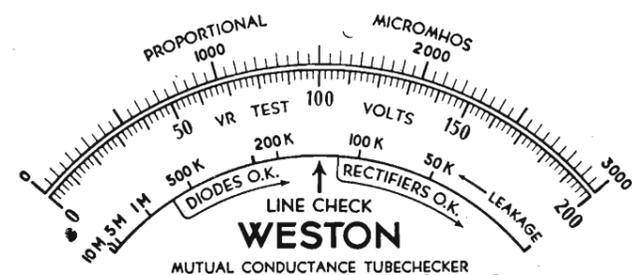

Fig. 3 - Scala dello strumento indicatore del provavalvole Weston 981/3
contrassegnano i passi di questo commutatore vanno intesi naturalmente come semplici numeri d'ordine e non come fattori di moltiplicazione per la lettura della scala dello strumento (vedi fig. 3). Con le semplici indicazioni che qui di seguito riportiamo, sarà d'altra parte abbastanza semplice seguire lo schema.
5.0.5. - Si spinge verso il basso la levetta del commutatore LINE CHECK e si regola la posizione dell'indice dello strumento agendo tramite il potenziometro LINE CONTROL in modo che esso coincida con la linea rossa di controllo disposta al centro della scala (Vedi fig. 3).
6.0.3. - Se nella colonna MULT della leggenda compare un D lo strumento per l'efficienza del tubo deve consentire la letteratura nel campo contrassegnato dalla dicitura DIODES OK. (vedi fig. 3). Se compare invece una R la lettura dovrà capitare nel campo della dicitura RECTIFIERS OK.
7.0.3. - Girare completamente a fondo in senso antiorario il potenziometro LINE CONTROL ed inserire il tubo nello zoccolo. Nel corso di queste operazioni naturalmente non si fa riferimento all'operazione di taratura tramite la linea di riferimento denominata LINE CHECK (vedi al centro della scala di cui a fig. 3).